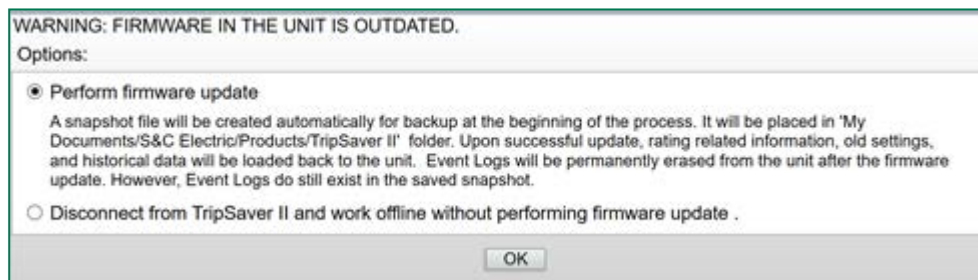

Figura 53. Caixa de diálogo com advertência de firmware desatualizado.
PASSO 4. Selecione a opção **Tools>Firmware Update** (Ferramentas>Atualização de Firmware) no menu **Principal** ou clique no ícone **Firmware Update** na barra de ferramentas de acesso rápido. Se o firmware estiver desatualizado é exibida uma caixa de diálogo, mostrada na Figura 53.